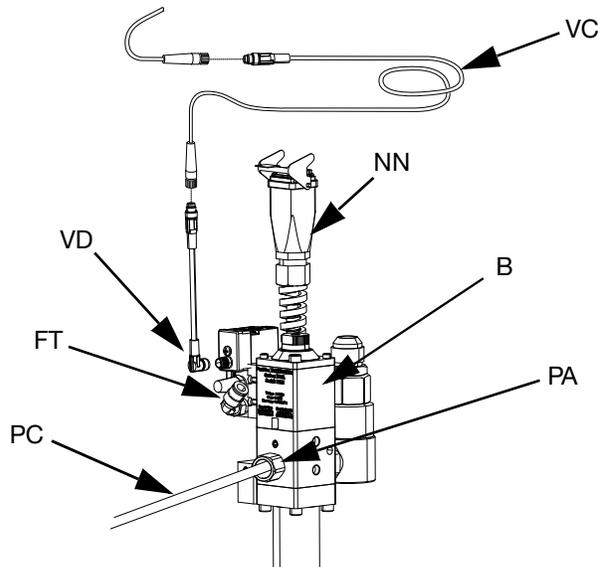

FIG. 31
12. Conecte la línea de aire (AR) (no suministrada) al accesorio de conexión de aire (FT) del solenoide de la válvula dosificadora. Consulte el manual de instrucciones-piezas de las válvulas dispensadoras iQ. Consulte la FIG. 31.
- a. Conecte el cable de la válvula solenoide (VC) al extremo de 4 clavijas M8 del cable del divisor conectado al puerto 4 del controlador eléctrico (AB). Consulte el apartado **Conexiones de comunicaciones del controlador eléctrico** de elevadores simples en la página 18. Consulte la FIG. 31.
- b. Conecte el extremo de 90 grados del cable de 4 clavijas M8 incluido (VD) a la válvula dosificadora, y el extremo recto del cable de la válvula solenoide a (VC). Consulte la FIG. 31.
- a. Conecte el cable del solenoide de la válvula dosificadora al conector de solenoide de la válvula dosificadora en tándem (YY) del bloque en tándem (R).
- b. Conecte el extremo de 90 grados del cable de 4 clavijas M8 incluido (15N040) a la válvula dosificadora, y el extremo recto del cable de la válvula solenoide a (VC). Consulte la FIG. 31.
- c. Conecte un extremo macho del divisor de 4 clavijas M8 (TT) en el bloque en tándem (R) al extremo de 4 clavijas M8 del cable del divisor conectado al puerto 4 del controlador eléctrico (AB) para el elevador 1 y el elevador 2. Consulte el apartado **Conexiones de comunicaciones del controlador eléctrico del Elevadores en tándem** de la página 19.
- a. Conecte el cable de integración de E/S de 8 clavijas y 4 metros M12 incluido con cables separados (128441) al puerto C4 de la caja de conexiones de alimentación (AJ) de la unidad.
- a. Conecte el cable de integración de E/S de 8 clavijas y 4 metros M12 incluido con cables separados (128441) al conector del cable del robot discreto (SS) del bloque en tándem (R).
- b. Conecte el divisor del robot discreto de 8 clavijas M12 (RR) al puerto C4 de la caja de conexiones de alimentación (AJ) del elevador 1 y del elevador 2.